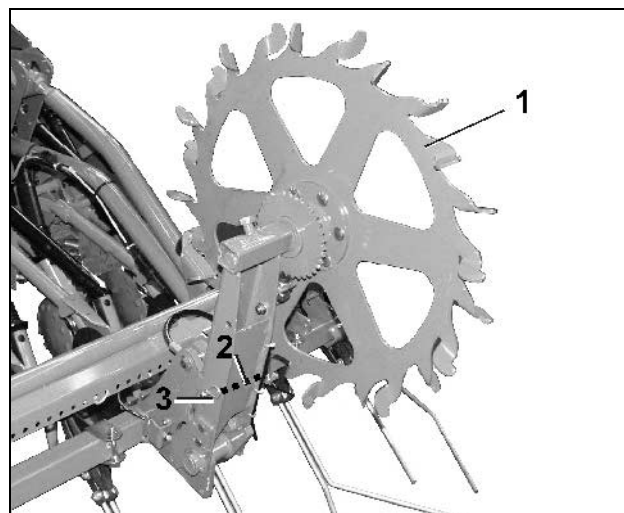

Fig. 100
- Sporehjulet løftes let ved håndkraft (Fig. 100/1), fjedersplitten (Fig. 100/3) løsnes, bolten (Fig. 100/2) trækkes ud og sporehjulet sænkes ned.